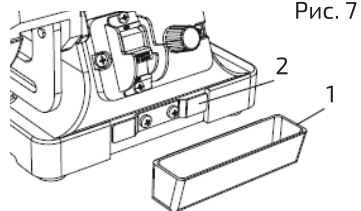

Рис. 7
Подвесить поддон для охлаждающей жидкости (1) на фиксаторы (2) (рис. 7).